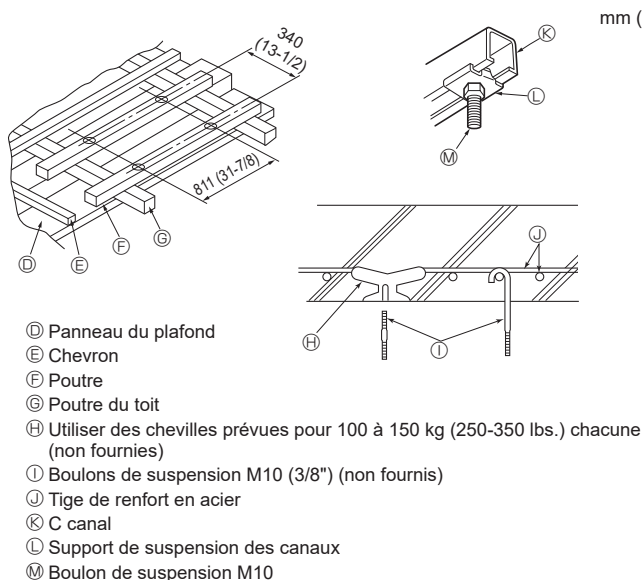

Fig. 2-4
① Structures en bois (Fig. 2-4)
② Structures en béton armé